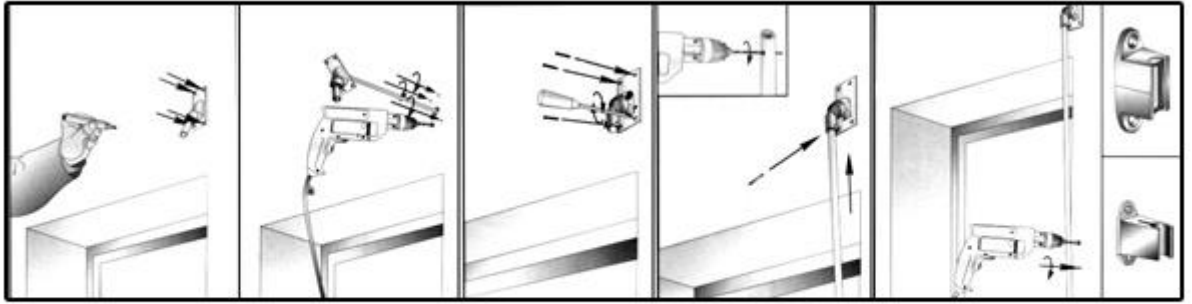

Рис. 18. Разметка и крепление элементов управления рольставен.
21. Разметить и сверлить отверстия соответствующего диаметра для установки дюбелей для крепления управления приводом (лентоукладчика, укладчика для троса, вороткового привода, клипсы для воротка) (рис.18). При внутреннем монтаже установка направляющей для ленты, либо направляющей для троса, либо кардана вороткового привода должна быть произведена предварительно при сборке короба рольставен.